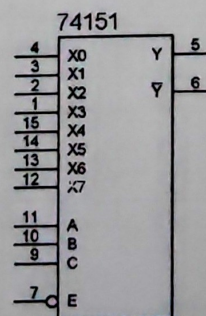

Figure 1. Multiplexeur 74151
3. Réaliser l'équation de D en utilisant le multiplexeur 74151 (voir la figure 1).
In a fixed-compression-ratio volumetric compressor ($\tau = P_2/P_1$), the fluid follows the theoretical cycle illustrated in Fig. 1.